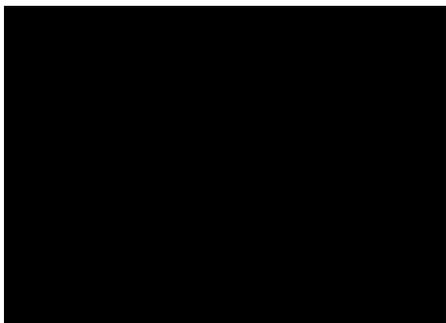

图 6-13 待印阻焊油墨 PCB
(1) 将 PCB 进行除氧化等前处理成如图 6-13 所示的待印阻焊油墨 PCB。